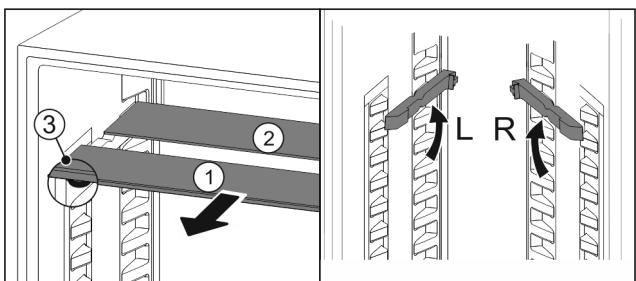

Fig. 110
- Vytiahnite sklené dosky jednotlivo dopredu Fig. 110 (1).
- Sklená doska Fig. 110 (1) s ozdobnou lištou leží vpred.
- Zarázky Fig. 110 (3) ukazujú nadol.